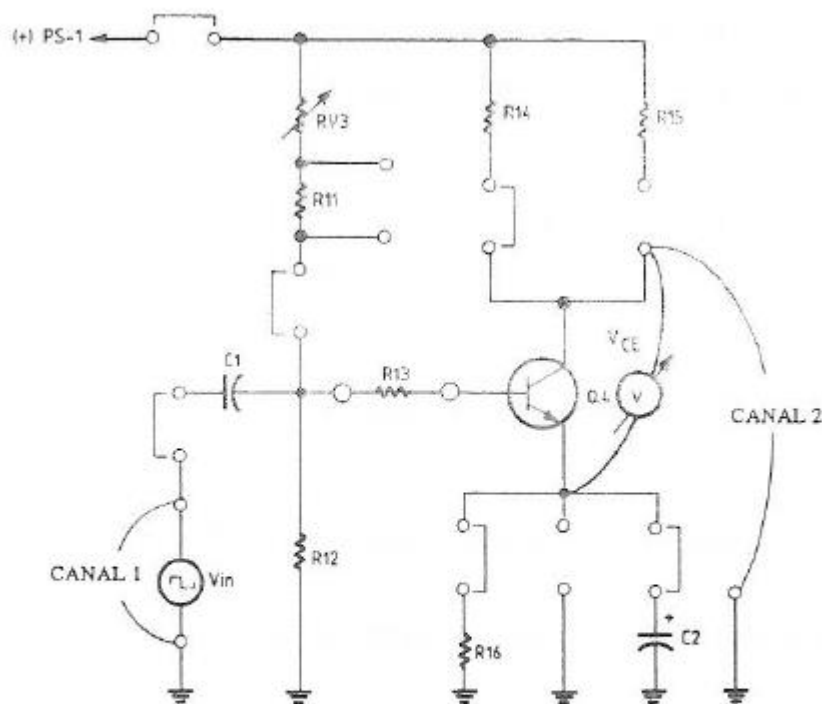

Fig. 4: Inversor Digital
23. Monte o circuito ilustrado adiante, na Fig. 4.